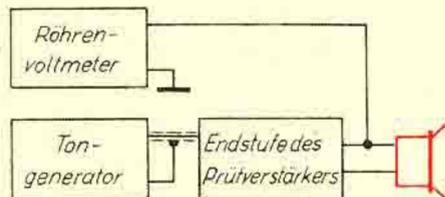

Abb. 42.
e) Lautsprecherprüfung. Zur Lautsprecheruntersuchung wird der Ausgang des Tongenerators nach Abb. 42 über eine Abschirmleitung mit der Endstufe des Prüfverstärkers verbunden, um die notwendige Leistung zu erhalten. Das Verfahren hat besondere Bedeutung für die Prüfung von Breitbandlautsprechern. Zweckmäßig wird dabei die Spannung an den Lautsprecherklemmen mit Hilfe des Röhrenvoltmeters für alle Frequenzen auf den gleichen Wert eingeregelt.